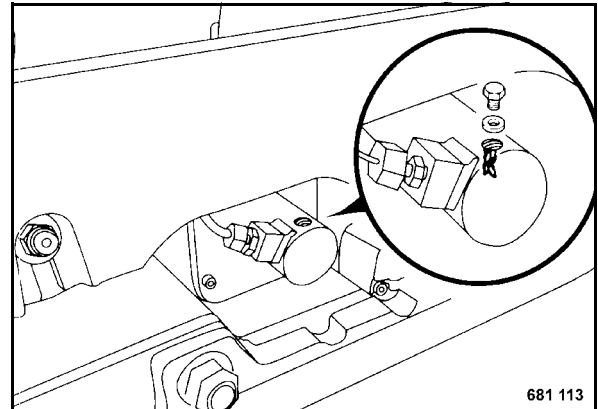

Fig. 64
- Slacken the bleeding screw (Fig. 64).